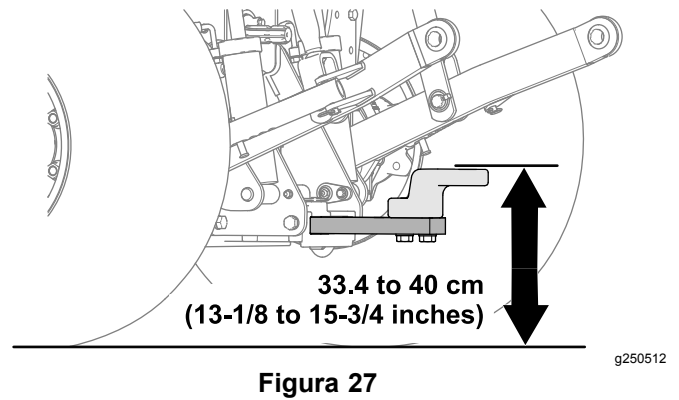

Figura 27
- Altura de trabalho: 33,4 a 40 cm; consulte **Figura 27**.